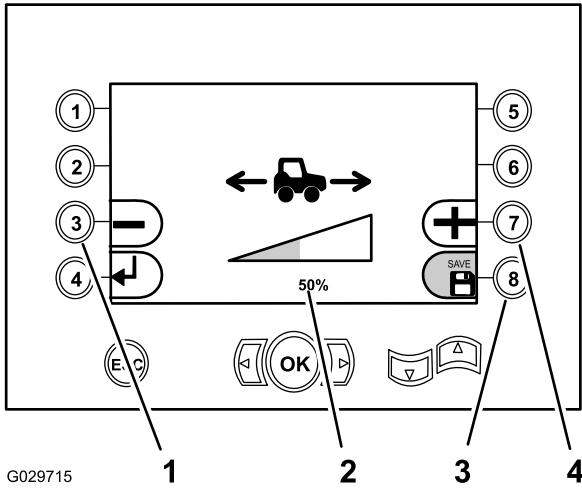

Figura 41
- Premete il pulsante 3 (Figura 41) per ridurre la percentuale di velocità di avanzamento che potete impostare con il joystick di trazione del veicolo (fino al 15% della velocità di avanzamento impostabile con il pedale).
- Premete il pulsante 7 (Figura 41) per aumentare la percentuale di velocità di avanzamento impostabile con il joystick di trazione del veicolo.
- Premete il pulsante 8 per salvare le impostazioni (Figura 41).